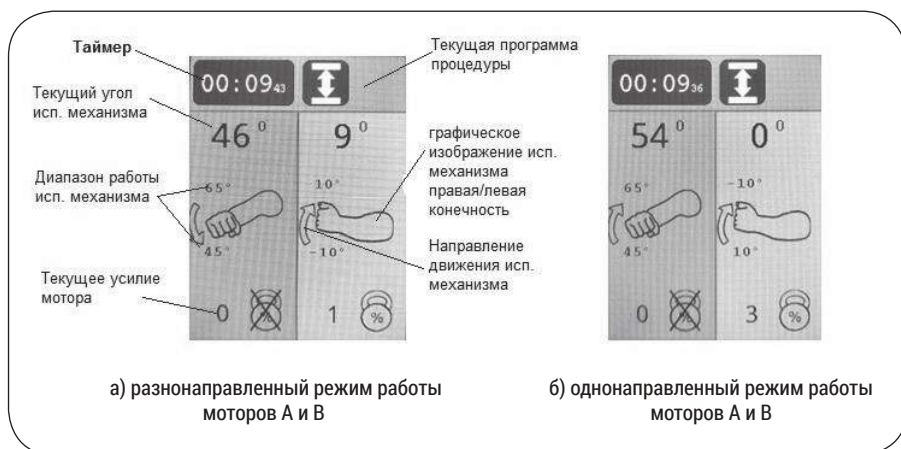

Рисунок 7.3 – Дисплей режима выполнения процедуры
7.1. Дисплей режима выполнения процедуры (см. рис. 7.3).
- В зоне А: заданный пользователем диапазон работы, текущее положение (угол) в градусах (аналогично рис. 7.3) для механизма А, а также меню его установок.
- В зоне В: заданный пользователем диапазон работы, правая (левая) конечность, текущее положение (угол) в градусах (аналогично рис. 7.3) для мотора В, а также меню его установок.
Запуск процедуры осуществляется кнопкой . Запуск возможен только когда отображается основной экран, при этом дисплей переходит в режим выполнения процедуры (см. рис. 7.3).
<p>Переключение нагрузки (схема блокировки)</p> <p>Мотор автоматически переключается на противоположное движение, когда сопротивление пациента (нагрузка) превышает заданное значение.</p> <p>Настраивается от 1% до 99% с шагом 1%. В случае, если после изменения направления движения нагрузка вновь превышает установленное пороговое значение достаточно длительное время, то система управления фиксирует состояние перегрузки мотороредуктора и выдаёт сообщение об ошибке с соответствующим кодом.</p> <p>При установке значения, превышающего 99%, появляется значок , означающий отключение функции. При этом на дисплее в режиме выполнения процедуры (см. рис. 7.3) отображается текущее значение нагрузки рядом с иконкой , функция переключения нагрузки не работает, мотор развивает максимальное усилие.</p> <p> ВНИМАНИЕ! Значение уровня блокировки для пользователей с разной массой отличается. Для каждого пользователя установка подбирается индивидуально.</p> <p> ВНИМАНИЕ! Переключение нагрузки (схема блокировки) является функцией безопасности, для защиты пациента в случае возникновения спазмов, судорог, блокады суставов и других аналогичных ситуаций. Производитель не несет ответственности за неправильное использование данной функции.</p>